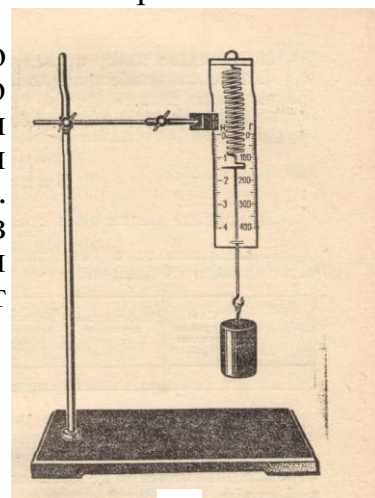

рис.4
1. Зарисуйте схему опыта (рис.4).
3. Укрепите динамометр в лапке штатива вертикально и подвесьте к его крючку исследуемое тело (см. рис.4). Отрегулируйте положение динамометра так, чтобы при колебаниях тела стрелка динамометра не касалась шкалы, а стержень – проволоочной скобы.